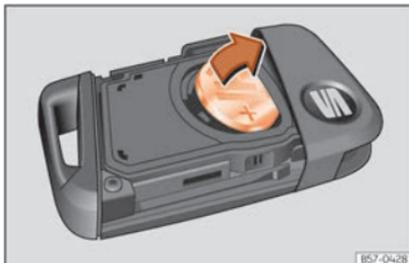

Abb. 77 Fahrzeugschlüssel: Batterie herausnehmen.
- Hebeln Sie die Batterie aus dem Batterieabdeckel ab »» **Abb. 77**.
- Drücken Sie eine neue Batterie in das Batterieabdeckel ein »» ①.